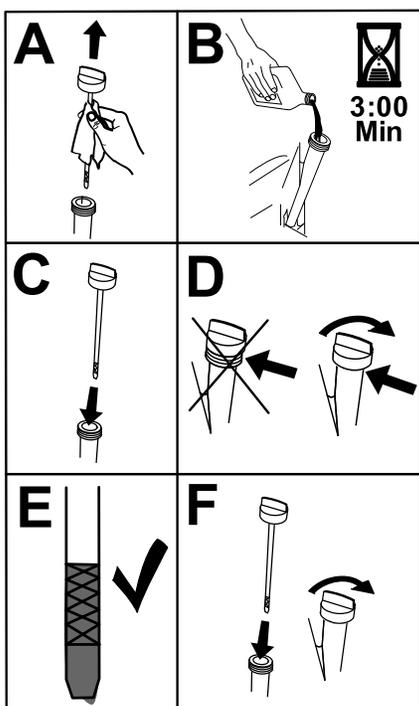

Figura 45
6. Turnați încet aproximativ 80% din uleiul specificat în tubul de umplere i adăugați lent ulei suplimentar pentru ca acesta să ajungă la marcajul Complet (Figura 45).